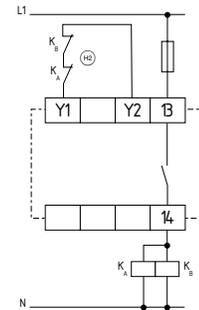

Fig. 15
**Controllo a due canali con circuito di ripristino (vedere Fig. 15)**